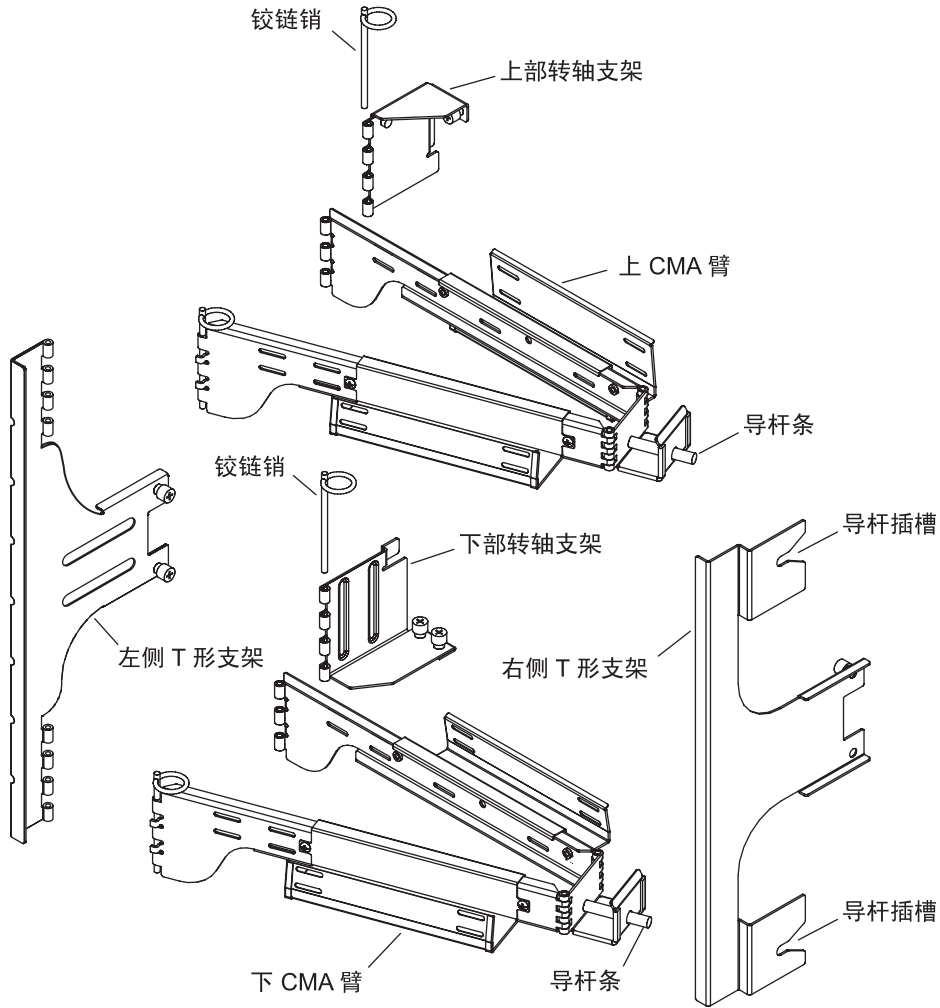

图 1-17 上/下 CMA 臂和左侧/右侧 T 形支架
1. 在以下过程中请参阅图 1-17，以便识别和定位 CMA 的各个部件。